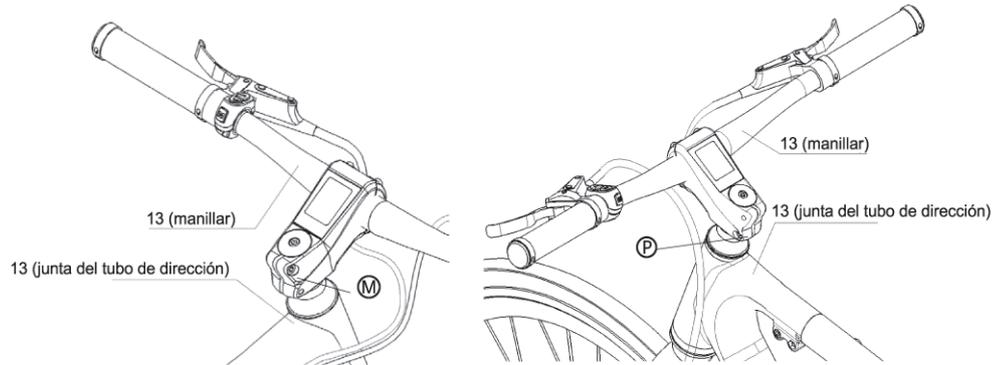

Figura 52-2.
b. Apriete repetidamente los dos tornillos: $\text{M} \rightarrow \text{P}$ de la pieza 13 con una llave Allen de 5 mm, como se muestra en la Figura 52-2. Basado en la experiencia, se requieren al menos 5 ciclos.